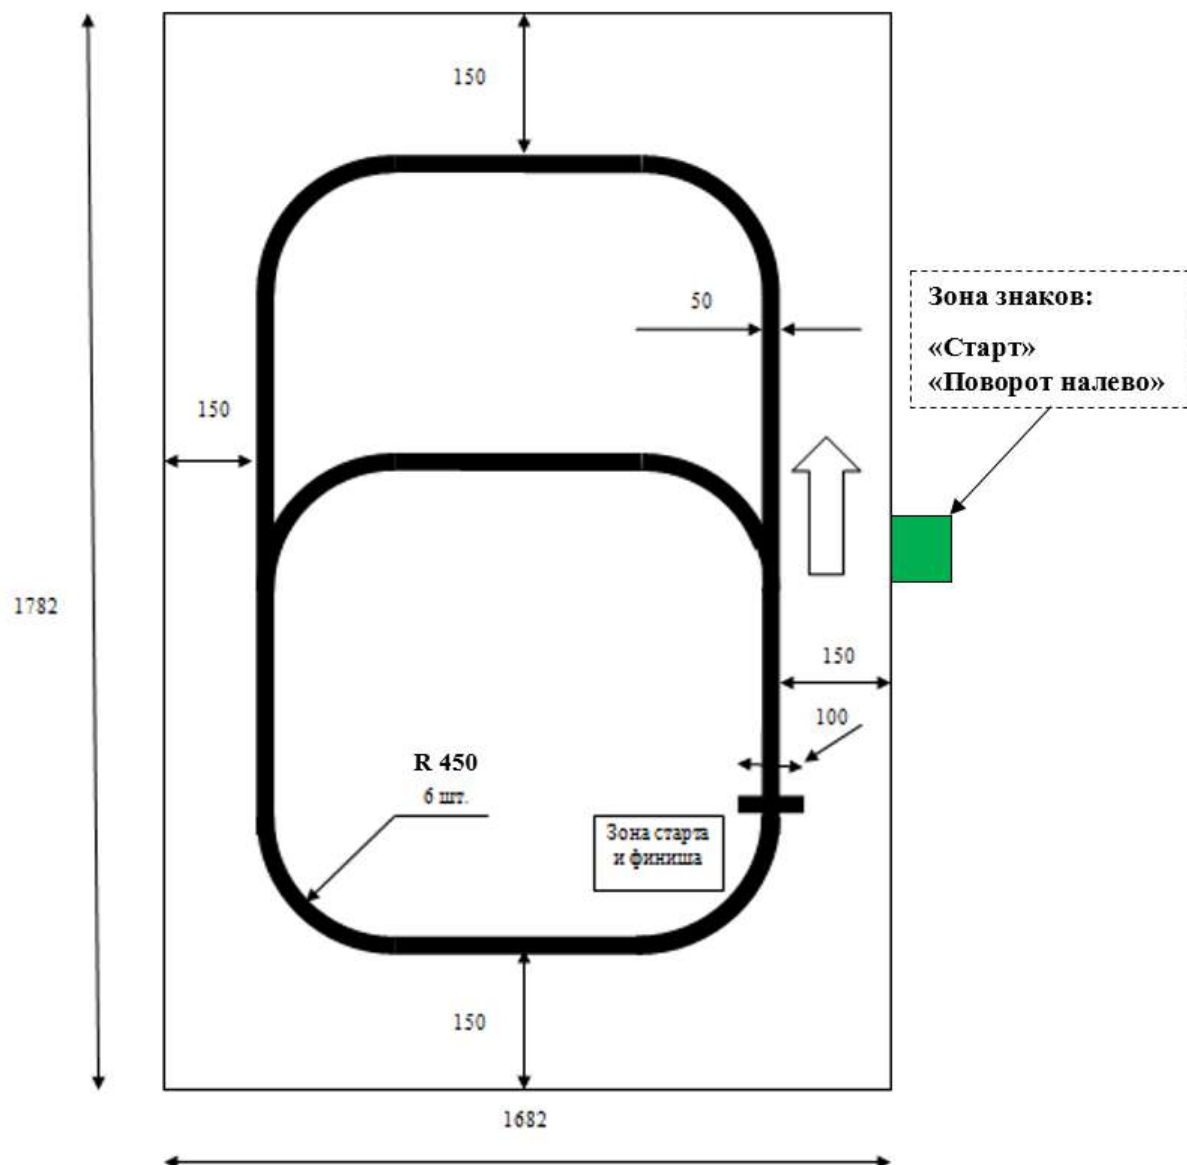

Рис. 1. Схема трассы
7.12. При сходе с полосы (а при развороте перед препятствием — сходе с трассы) не более чем двумя колесами разрешается. Границы трассы обозначены желтыми линиями (см. рис. 1).
4.3. Трасса, составленная из прямых и дуговых сегментов (углы трассы), см. Рис. 1.
4.6. Знаки на трассе устанавливаются с правой стороны полосы движения (рис. 1.)